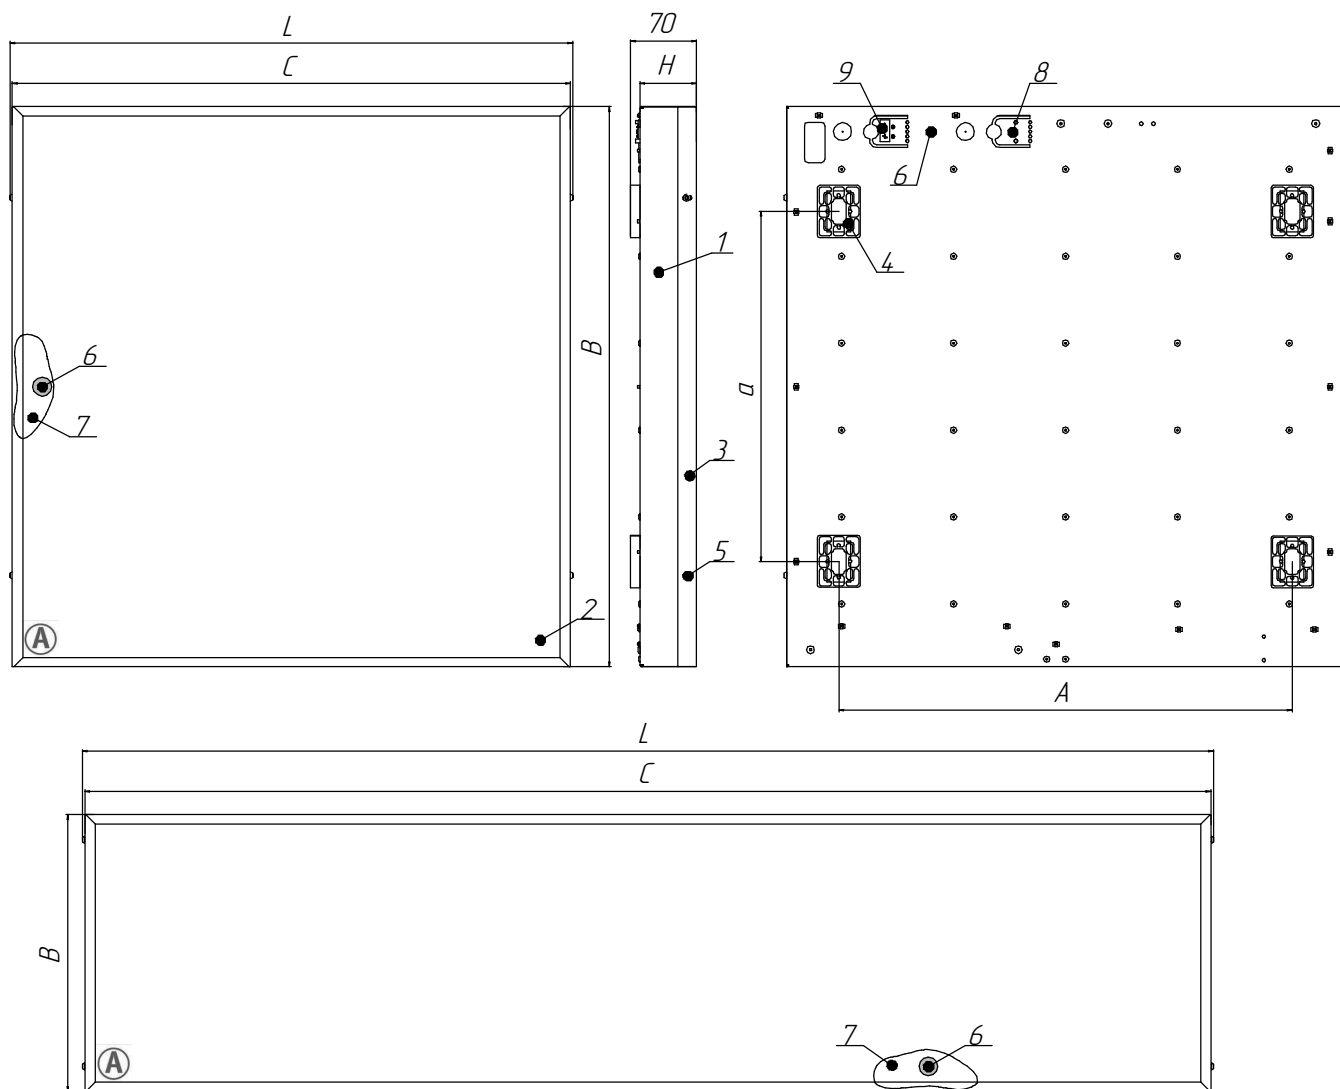

Рисунок 1 - Общий вид светильников
1) Снимите боковую планку поз.3, отвернув удерживающие ее винты поз.5 (см. рисунок 1).
2) Снимите рассеиватель поз.2, выдвинув его со стороны боковой планки (см. рисунок 1).
5.6 Подайте напряжение питания по некоммутируемой сети освещения. Индикатор заряда должен засветиться (см. рисунок 1, поз.7). Если индикатор заряда не засветился, то необходимо проверить правильность подключения светильника. Затем подайте напряжение питания по коммутируемой сети освещения. Если светильник не светит, то так же проверьте правильность его подключения.
5.8 В светильниках присутствует ручное тестирование аварийного режима, **"Магнитный тестовый выключатель"**: выключите светильник. Поднесите "Магнит неодимовый E42" (или аналогичный с силой сцепления не менее 60 кг) в плотную к области расположения индикатора (см. рисунок 1, поз. 7). Источник питания светильника переключится в аварийный режим, напряжение на светодиодные модули будет подаваться от аккумулятора. Для возврата в рабочий режим отдалите магнит.